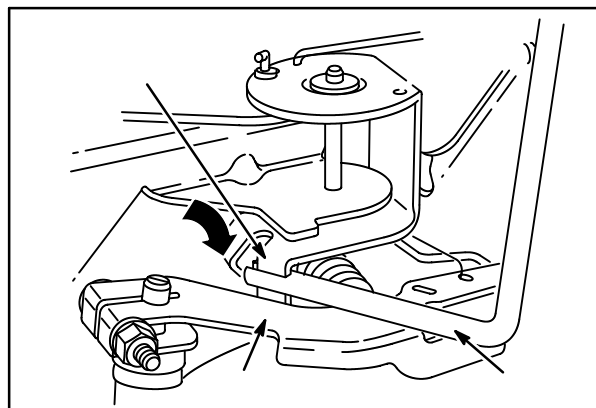

Fig. 14
- b. Empurre o limitador usando o Pino de extração, 19135 (6) como mostrado.
11. Com a alavanca de controle do equipamento na posição SLOW (lento) e o motor em funcionamento sem carga regulada, use a chave do acoplador, 19352 (9), a fim de flexionar o acoplador que limita a aceleração (8) para que o acoplador somente toque a alavanca do regulador (10), Fig. 14.